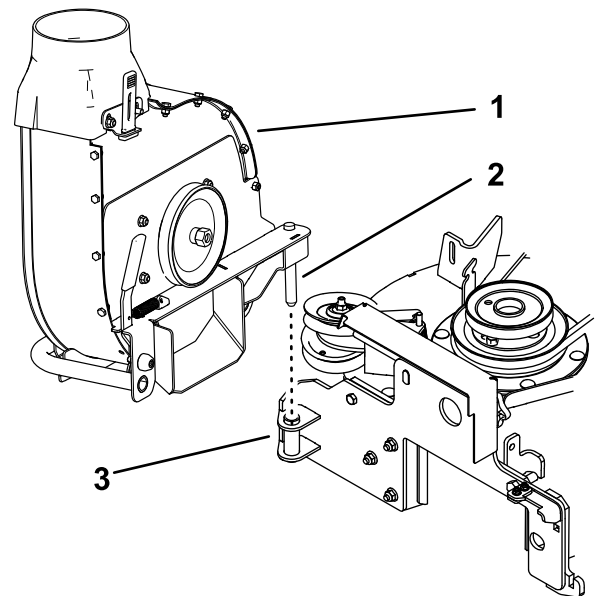

Bild 4
2. Setzen Sie den Stift vom Gebläse in die Befestigungshalterung für das Gebläse ein, wie in Bild 4 abgebildet. Verriegeln Sie das Gebläse nicht an der Gebläsehalterung.